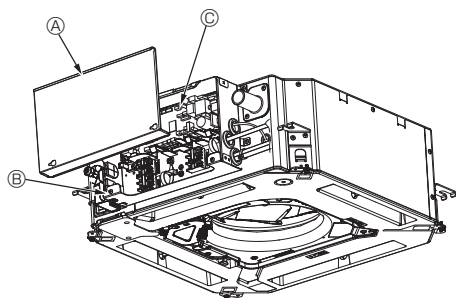

Fig. 5-7
1. Desserrez les deux vis de fixation du couvercle des composants électriques, puis faites glisser le couvercle et retirez-le. (Fig. 5-7)